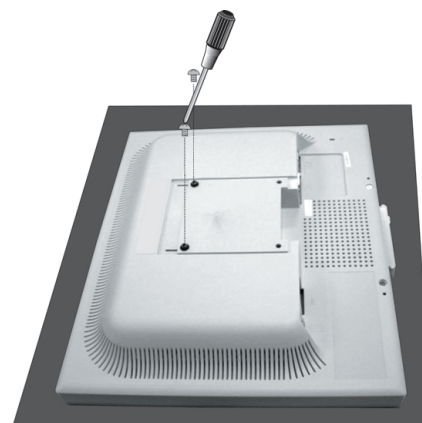

Figure S.4
6. Retirez les deux vis sur le haut du moniteur (**Figure S.4**). Le moniteur est maintenant prêt pour un montage différent.